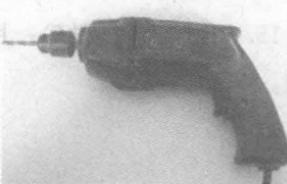

图 1—18 手电钻
12. 角磨机：如图 1—19 所示。其中砂轮片在角磨机上使用。砂轮片分为切割片（薄）和打磨片（厚）。根据需要选择合适的砂轮片。